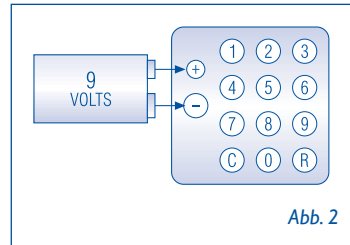

Abb. 2
1. Die Batterie zu 9 Volts 6LR51 (siehe Abb. 2) einsetzen und dabei die Polarität berücksichtigen.